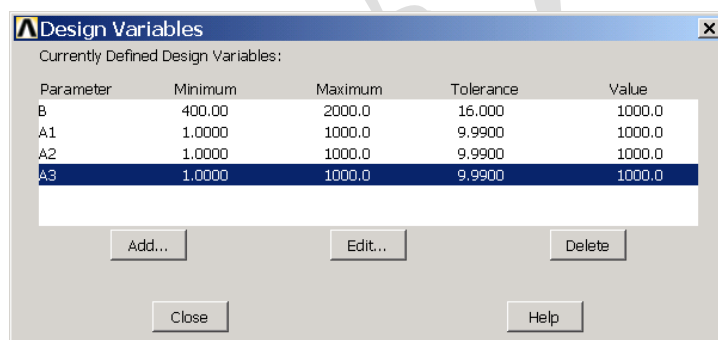

图12.36 定义的设计变量
(27) 重复上一步的操作，分别定义 A1、A2 和 A3 为设计变量，其取值范围均为（1～1000）。完成后的设计变量如图 12.36 所示。